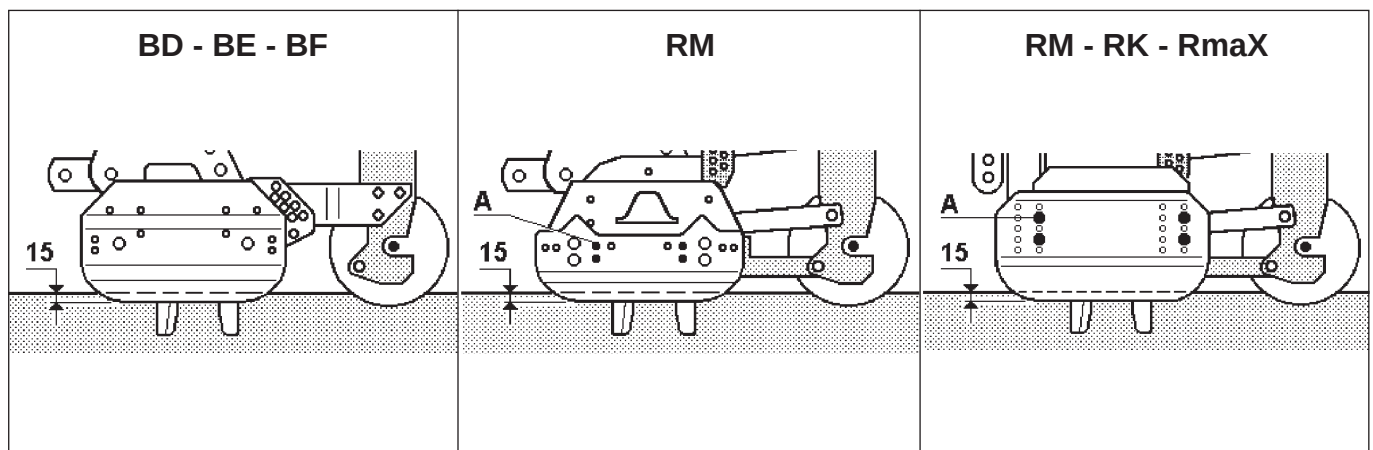

Fig. 16
Le fiancate mobili laterali sono componenti di sicurezza, in lavoro devono penetrare il terreno di almeno 15 mm, possono essere regolate in altezza tramite i bulloni **A** (Fig. 16).
*Les côtés mobiles latéraux sont des éléments de sécurité, qui doivent pénétrer 15 mm environ dans le terrain pendant le travail, elles peuvent être réglées en hauteur au moyen des boulons **A** (Fig. 16). En cas d'usure, il faut les remplacer.*
Die beweglichen Seitenwangen sind Sicherheitsbestandteile. Bei der Arbeit müssen sie in den Boden wenigstens 15mm eindringen. Wenn verschlissen, müssen sie ersetzt werden, kann man die Höhe mit den Schraubbolzen **A** (Abb. 16) regeln.
The mobile body sides are safety elements and, during the operation, they must penetrate the ground for at least 15 mm. If worn out, they must be replaced. They can be adjusted in height by means of bolts **A** (Fig. 16).
Los costados móviles laterales son componentes de seguridad, cuando se trabaja deben penetrar en el terreno por lo menos 15 mm. Si se consumen deben sustituirse, pueden ser reguladas en altura mediante los bulones **A** (Fig. 16).